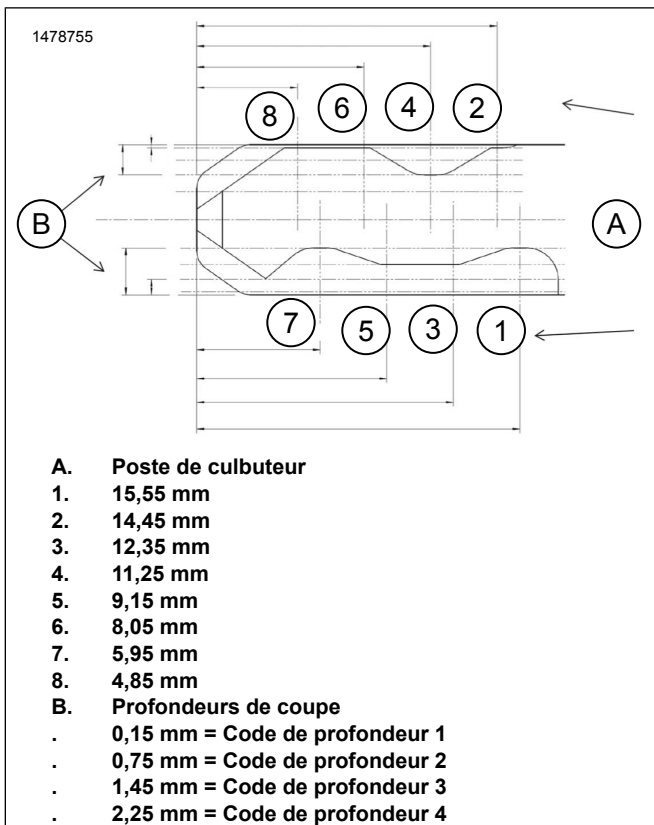

Figure 4. Diagramme de code de clé
1. Voir la figure 4. Sur Équipement d'origine (Équipement d'origine) la clé du véhicule, déterminer la profondeur de coupe à chaque position de la clé.
3. ² Voir le Tableau 3. Écrire des codes de profondeur de la clé à partir de Figure 4 basés sur les profondeurs de coupe mesurées.